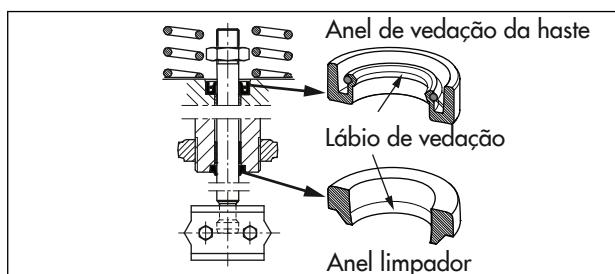

Fig. 27: Alinhamento do anel de vedação da haste e do anel limpador
6. Utilize uma ferramenta adequada para monitorar o anel de vedação da haste. Respeite o alinhamento correto do anel de vedação da haste (consulte a Fig. 27).